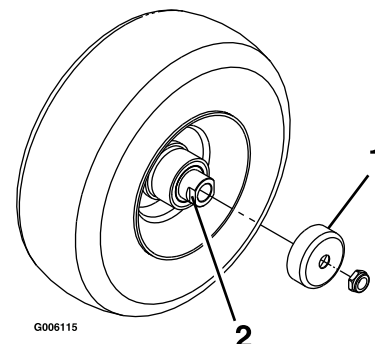

**Figura 42**
9. Retire el adaptador de engrase del punto de engrase. Instale el tapón hexagonal y la tapa (Figura 42).